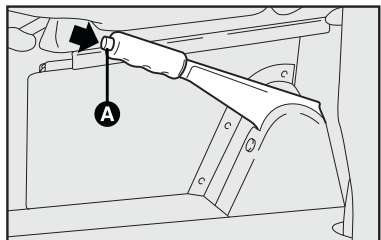

fig. 1
1) Levantar ligeiramente a alavanca e apertar o botão de destravamento **A-fig. 1**.